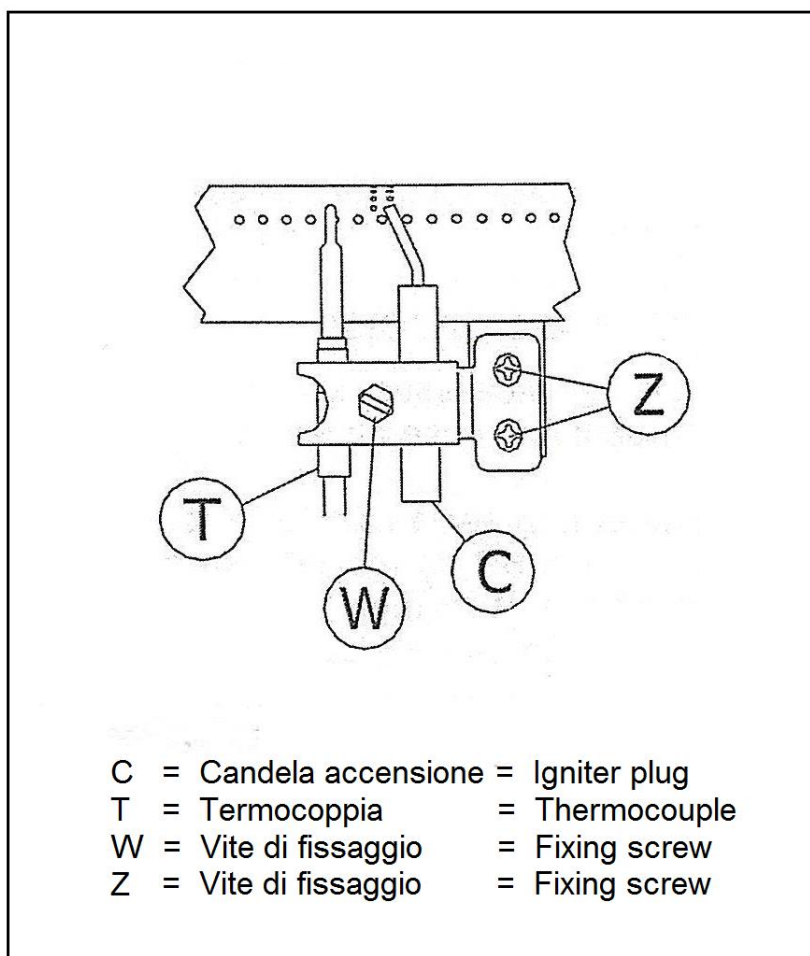

Fig.7 - Abb.7
- Die Schraube **W** (Abb.7) aus dem Winkeleisen der Gruppe ausschrauben und das Winkeleisen öffnen.
- Die Gruppe von der Zündung des Brenners entfernen nach dem Entfernen der beiden Schrauben **Z** (Abb.7), die -Winkel am Brenner geschweißt sichern.